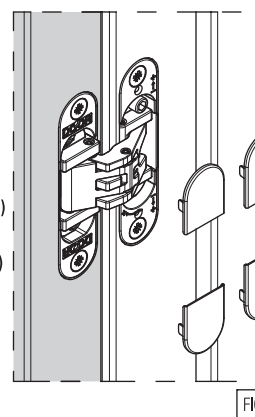

FIG.6
*Applicare le mostrine (fig.6).
*Anbringung der vorderen Abdeckungen (siehe Abb.6). Achtung: Die 2 kleineren Abdeckplatten kommen auf die Seite "DOOR".
*Application of the frontal coverings (fig.6).
*Insérer les caches de finition (fig.6).
*Plaats de plastic covers op het scharnier (fig.6).
*Установить накладки (рис.6).
*Montaż nakładek (rys.6).